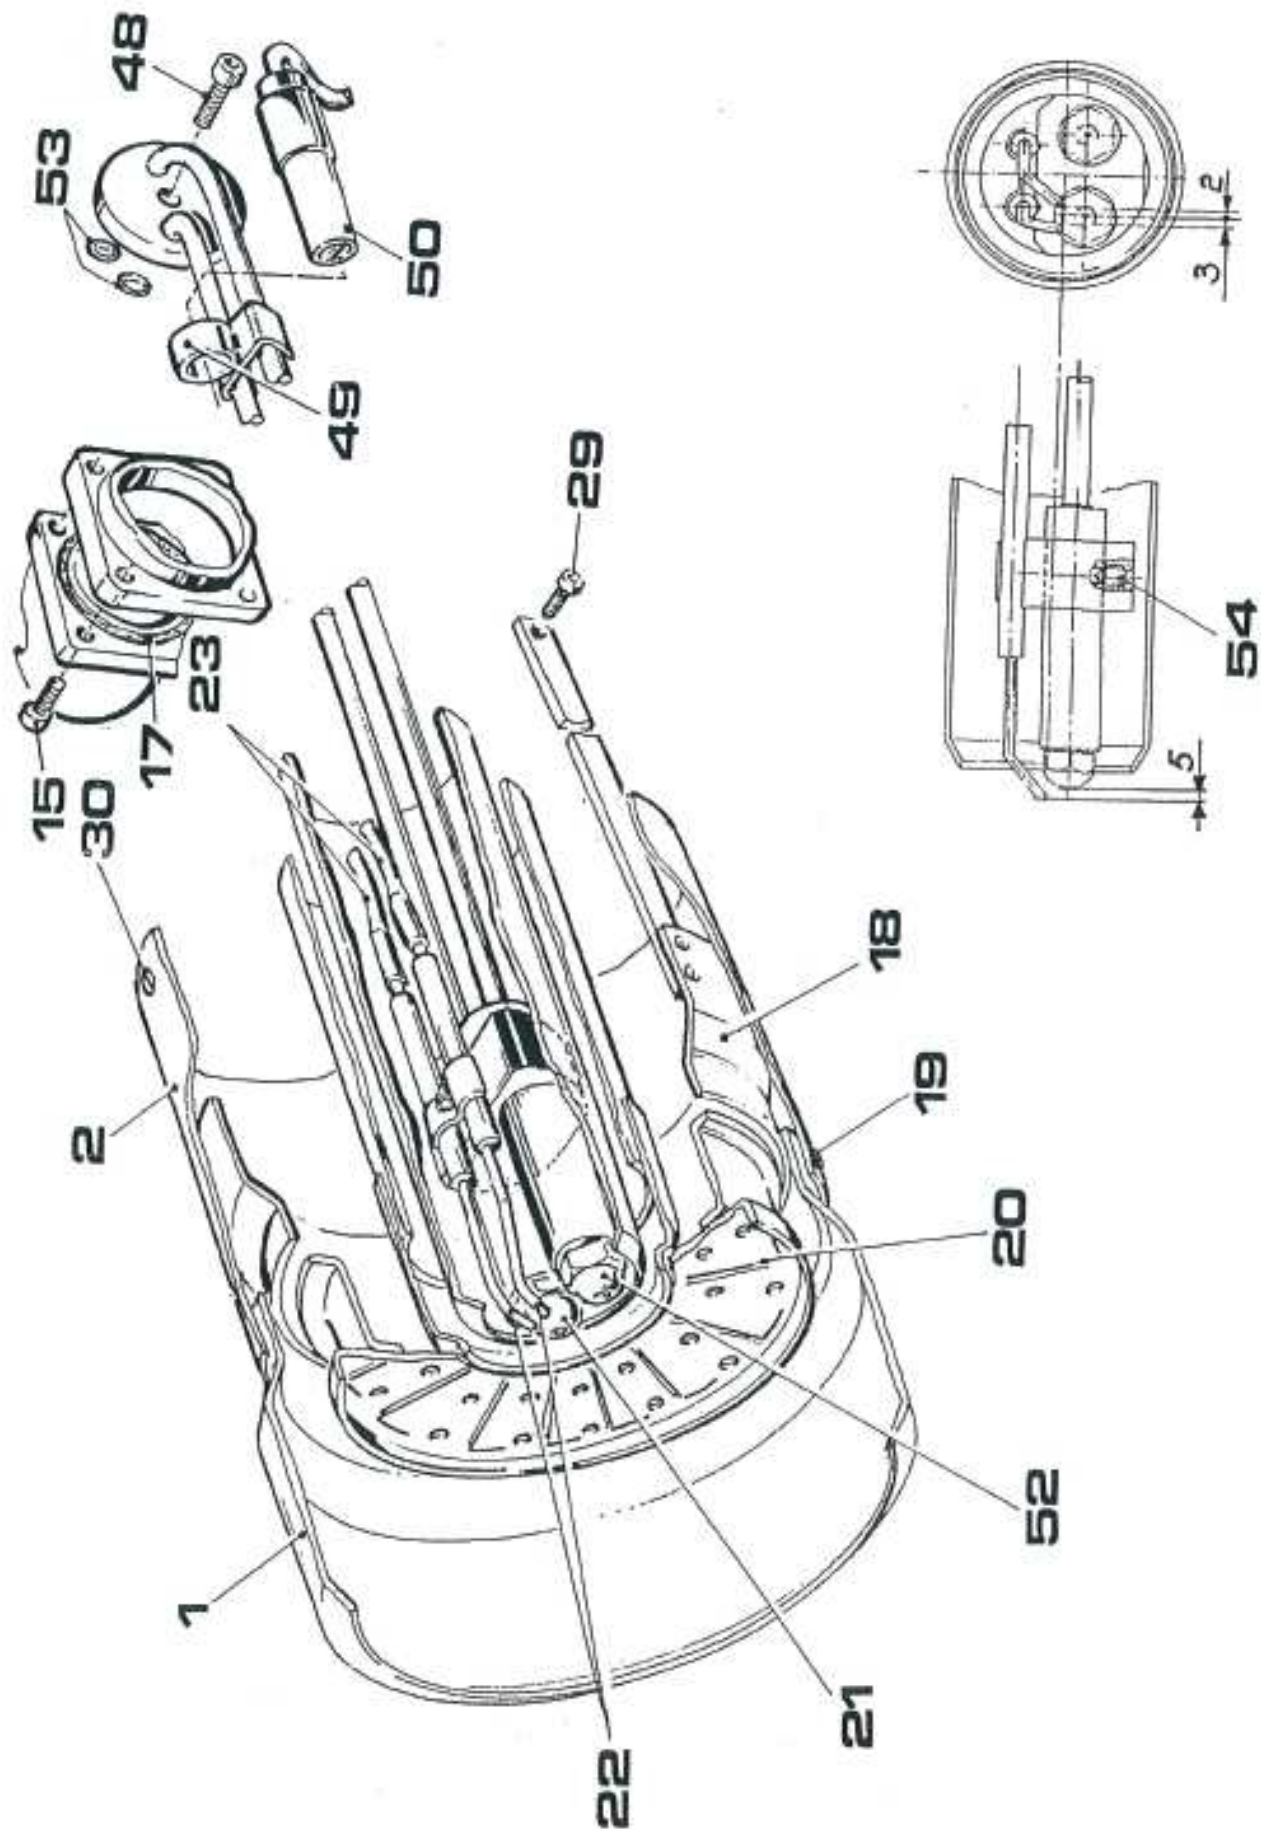

Рис. 20
- a) Снимите крышку (6), отвернув винты (5).
- b) Отсоедините высоковольтные кабели (23) от соответствующих разъемов на трансформаторе зажигания.
- d) Ослабьте винт (48) и выньте трубчатый держатель форсунки, стараясь не повредить кольца круглого сечения (53).
Очистите электроды (22), по возможности не смещая их с установленной позиции. Если они будут сдвинуты, при установке на место убедитесь, что соблюдаются положения и размеры, указанные на рис. 20.